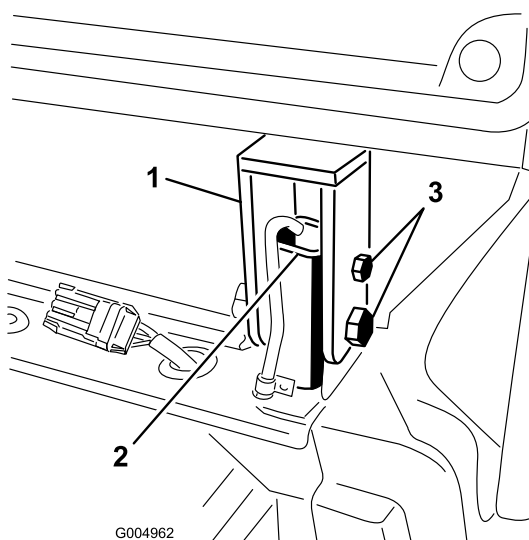

Figure 43
12. Serrez les boulons et écrous pour fixer les supports arrière de la cabine aux montants de l'arceau de sécurité (Figure 43). Ajustez le cric si les boulons coincent et sont difficiles à retirer.